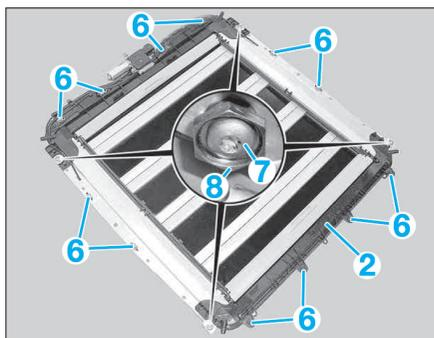

FIG. 56
- Débrancher les flexibles d'écoulement d'eau (3) aux quatre angles du cadre de toit ouvrant (2).
- Positionner les flexibles d'écoulement d'eau (3) à côté du cadre de toit ouvrant (2) sur le toit du véhicule.
- De chaque côté, déposer les vis (4) et la fixation arrière de la poignée de maintien (5).
- Desserrer les vis (6) jusqu'à ce que les assemblages vissés soient séparés (Fig.56).